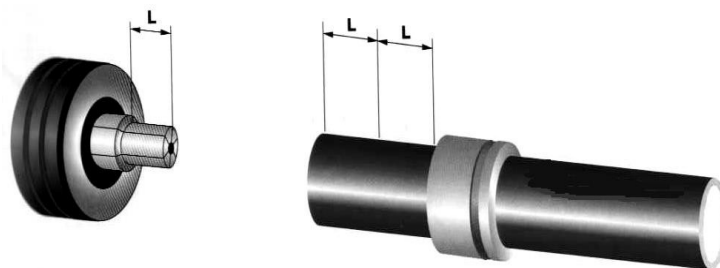

Рис. 25. Расстояние между торцом трубы и подвижной гильзой
6.1.8. Произвести развальцовку трубы в два приема, повернув расширительную насадку относительно трубы после первой развальцовки на 30°. Подвижная гильза не должна находиться в зоне развальцовки. Расстояние между торцом рабочей трубы и гильзой должно составлять не менее двух длин расширительной насадки (см. рис. 25).